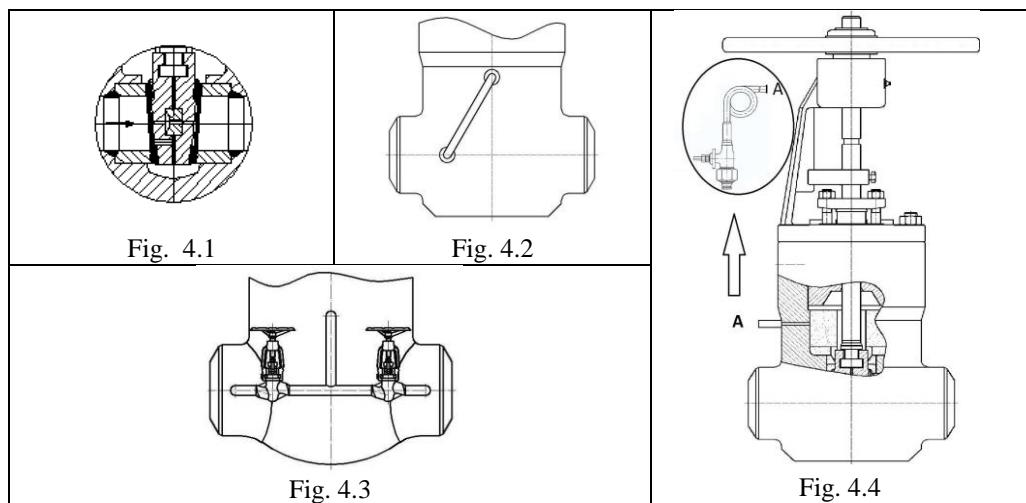

Рис. 4. Исполнения предохранительного устройства избыточного давления
- Произвести подтяжку всех соединений в диаметрально-противоположном порядке согласно указанным моментам для предотвращения их ослабления в процессе длительного хранения (Рис.4).
- В случае увеличения температуры жидкости (главным образом, воды) в задвижке в закрытом положении, в камере над клином появляется недопустимо высокое давление. Для предотвращения отказа или повреждения деталей, связанных с давлением, задвижки должны быть оснащены некоторыми из представленных конструктивных решений (рисунок 4). Для задвижек, где поток всегда находится в одном направлении, задвижка снабжается простейшим предохранительным устройством избыточного давления с отверстием в клине / седле (рисунок 4.1) или уравнительным трубопроводом (рисунок 4.2). Когда задвижка двунаправленна, предохранительное устройство от избыточного давления должно быть обеспечено путем соединительных трубопроводов и байпасных клапанов (рис. 4.3). Одним из утвержденных исполнений является установка предохранительного клапана в корпусе задвижки (рисунок 4.4.).